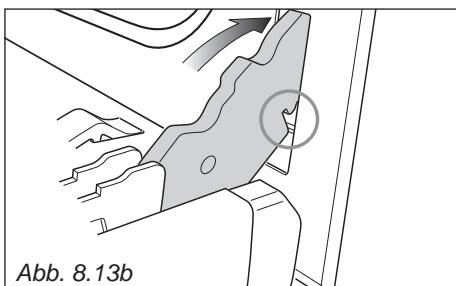

Abb. 8.13b
2. Fügen Sie die Scharnierzungen in die Slitze ein und prüfen Sie, ob die Nut, wie in Abb. 8.13b gezeigt, greift.